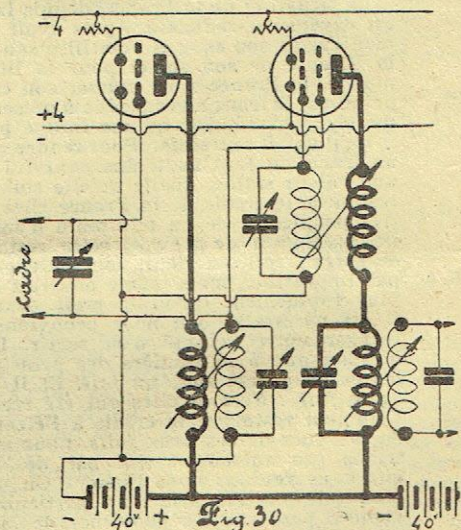

Fig 30
Enfin, on pourra augmenter la sensibilité d'un tel poste en ajoutant : 1° devant la superhétérodyne une lampe HF (fig. 30); pour réaliser le transformateur de liaison HF (F) on pourra constituer les deux enroulements par des bobines de self en double fonds de panier à raison de 35 spires au primaire et 50 spires au secondaire; — moyenne fréquence et détectrice, une ou deux lampes amplificatrices BF à transformateur ordinaire ou à autotransformateur.